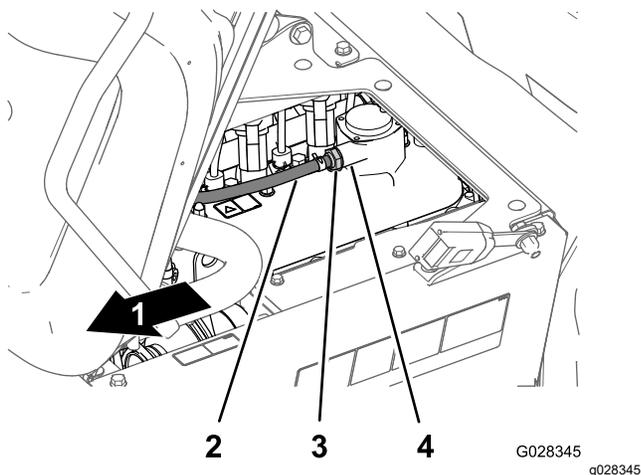

图 81
- 从阀盖接头上拆下 PCV 阀图 81。
注意 如果阀门的内节流器发出咔嗒声表示 PCV 阀可用如果内节流器在摇动时无法自由发声则应更换 PCV 阀图 81。
- 插入 PCV 阀直到其在阀盖接头的密封件内完全到位图 81。